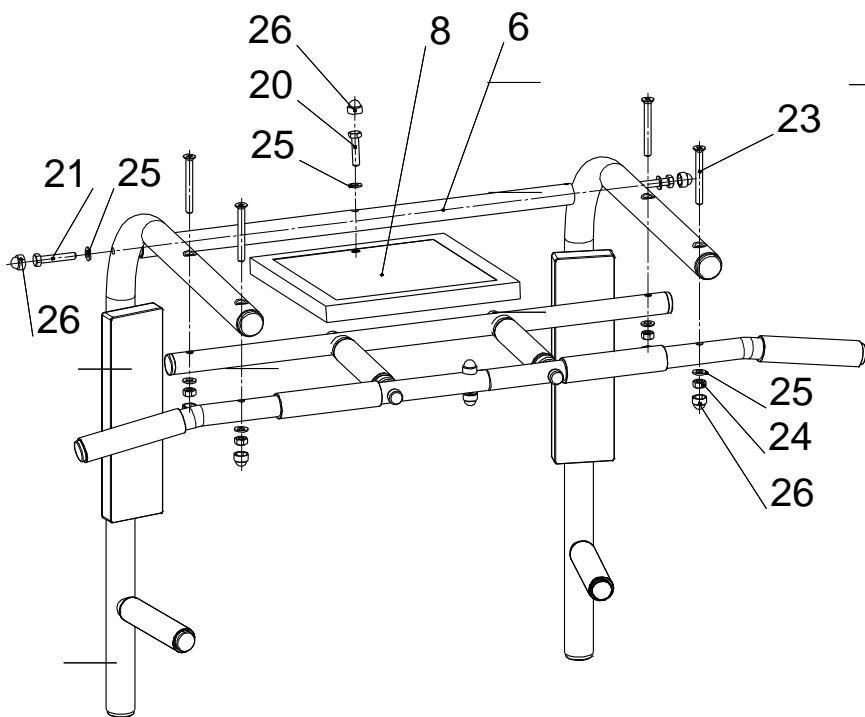

Рис. 3
10.4.3 Собрать Турник (рис.3).